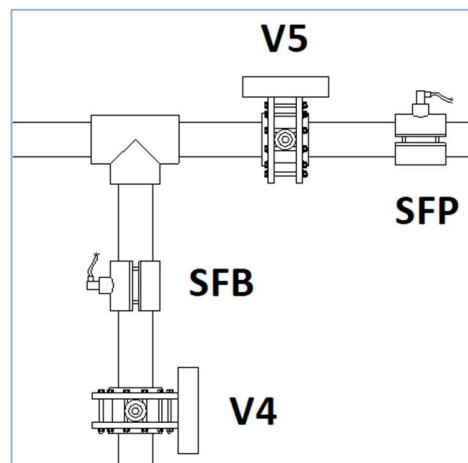

Figure 2.2. ELEMENTS BYPASS KIT PRÉLAYER PRO
- Le système repose sur l'ajout** de deux capteurs de débit à palettes (S.F.P. et S.F.B., voir **Figure 2.2**) à un kit de bypass pré-couche, et ils sont également contrôlés par nos armoires de contrôle.